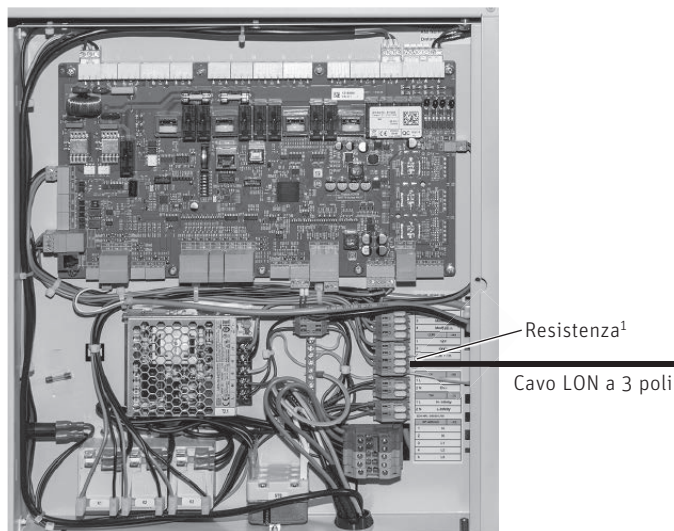

Fig. 29 Collegamento LON ai moduli funzionali (regolazione MES INFINITY)
- ▶ La resistenza del collegamento LON e i ponti dei componenti di sicurezza devono essere rimossi solo una volta effettuato il collegamento Fig. 29, Fig. 31.